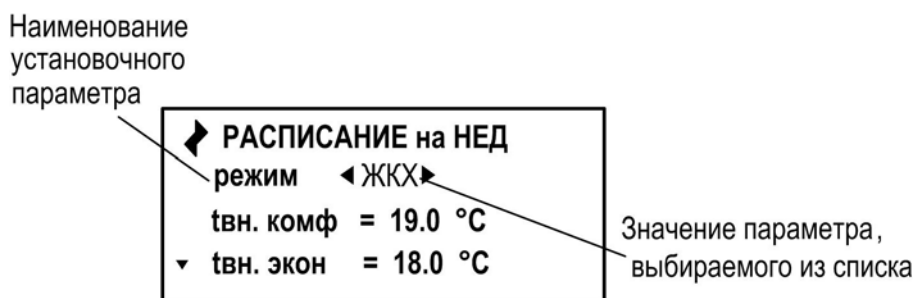

Рис.2. Пример установки режима отопления в меню РАСПИСАНИЕ на НЕД.
- 1.2.2. Если после нажатия кнопки  часть строки заключается в треугольные скобки (см. рис.2), то кнопками  и  или  и  производится изменение (выбор из списка) символьного или числового значения параметра.